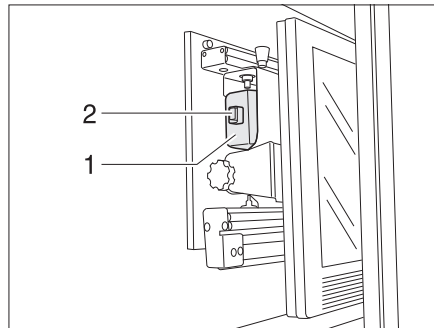

Bild 5 Halterung im TV-Schrank
- Halterung für den Flachbildschirm am Griffstück (Bild 5,1) hineinschieben, bis der Riegel (Bild 5,2) einschnappt.